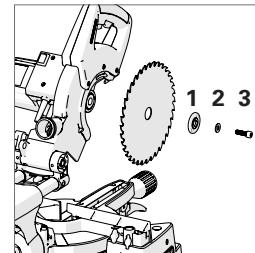

Fig. 20
Monteer de buitenste fiens (1) (platte zijde naar machine), ring (2) en de opspanschroef (3). (Fig. 20)